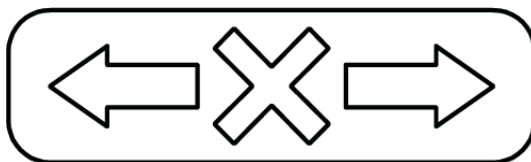

**Рисунок 6. Внутреннее устройство турникета
Доступ к внутренним элементам турникета осуществляется через съемный колпак (1). Фиксация колпака на корпусе турникета осуществляется при помощи 4-х винтов крепления (7) под ключ SW3. При эксплуатации турникета колпак должен быть надет на корпус. Внутри корпуса под колпаком расположены (см. рис. 6): плата управления электроприводом (9), плата интерфейса (10) и механизм турникета, включающий в себя:
- привод (12) в сборе с электродвигателем и платой датчика положения маховика;
- электромеханическое стопорное устройство (14) с оптическими датчиками положения стопора;
- механизм аварийного открытия прохода (11) (автоматического опускания преграждающей планки «Антипаника»).